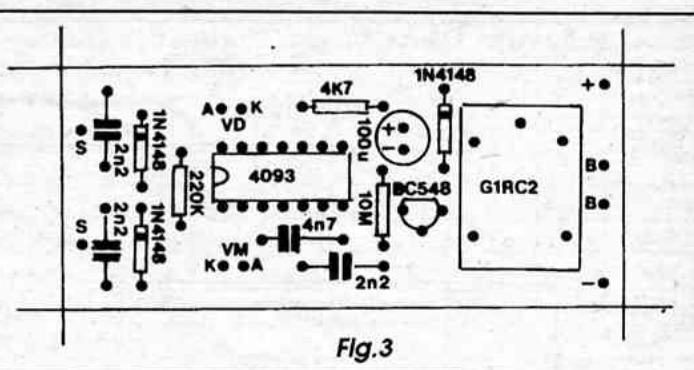

Fig. 3
- **FIG. 3 - CHAPEADO DA MONTAGEM** - O impresso, visto agora pela face oposta à mostrada na figura anterior... Todos os principais componentes encontram-se identificados pelas suas estilizações, valores, códigos, polaridades, etc., com grande clareza em sua distribuição final sobre a face não cobreada da placa... Lembremos que o integrado, o transistor, os diodos e o capacitor eletrolítico são componentes *polarizados*, devendo ser inseridos na placa nas rigorosas posições indicadas, para que não ocorram inversões (danosas ao circuito e ao próprio componente...) dos seus terminais... Atenção também na leitura dos valores dos resistores e capacitores comuns (*não polarizados*...), para que
não aconteçam trocas de posição ou localização... Em dúvida, consultar o TABELÃO APE... Quanto ao relê, se for usado o modelo/código indicado na LISTA DE PEÇAS, seus terminais estão dispostos de forma a apenas *entrar* nos respectivos furos em posição correta... Lembramos que os furos destinados à inserção dos terminais do relê devem ser um pouco maiores (em diâmetro...) do que os convencionais (para os terminais dos outros componentes...), devido ao calibre um pouco mais reforçado dos ditos pinos. Depois de inseridos e soldados todos os terminais/componentes, o leitor/hobbysta deve fazer uma rigorosa conferência final, verificando *cada* peça, terminal, valor, código, polaridade, sempre confrontando a montagem com o gabarito do diagrama (FIG. 3). Verificar também os pontos de solda (pela face cobreada...), corrigindo (se encontrados...) eventuais excessos ou faltas de solda, *corrimentos*, falhas, *soldas frías*, etc. Finalizando, podem ser cortadas as *sobras* dos terminais...